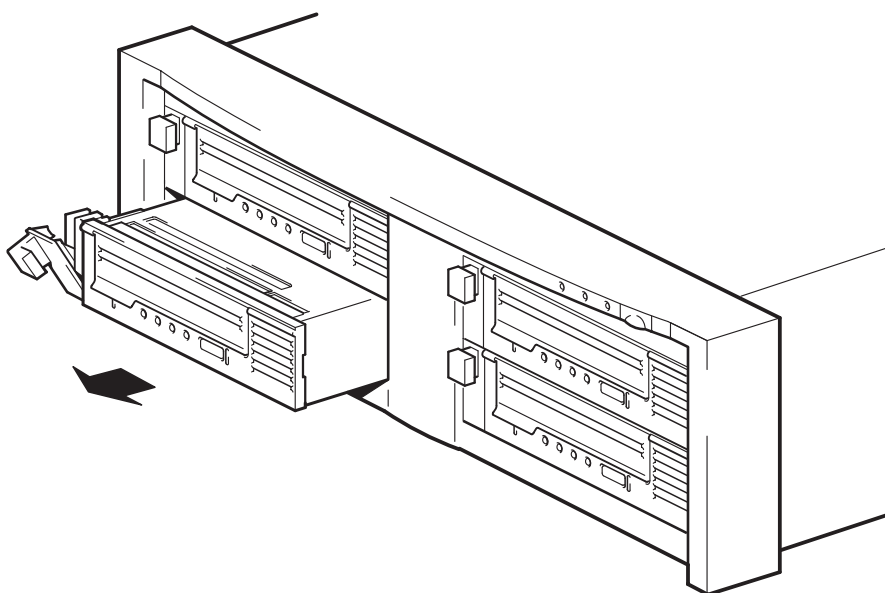

Figura 9b: rimozione dell'unità
- 2** Usando la leva di rilascio, estrarre delicatamente l'unità dall'array per nastri (vedere la figura 9b).